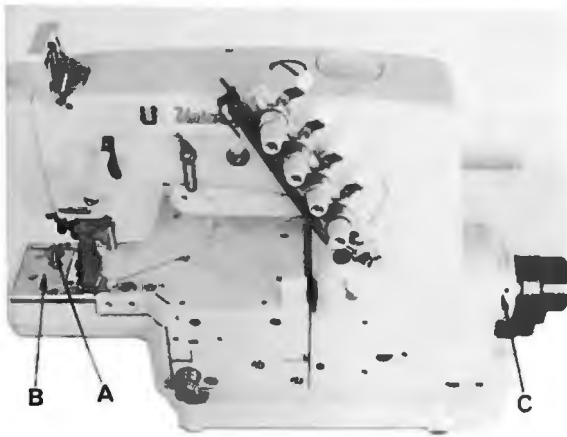

Fig. 25
The stitch length is changed by pressing push button (A, Fig. 25) and simultaneously rotating handwheel (C). The push button (A) engages within one revolution of the handwheel and the stitch length change starts. Rotating the handwheel clockwise shortens the stitch, rotating it counterclockwise increases the stitch.
Before the machine leaves the factory the stitch length change mechanism is locked. When removing cover (B, Fig. 25) and loosening screw (B, Fig. 26) with the hexagon socket wrench, which is delivered with the machine, lever (E, Fig. 26) can be swung in the direction of the arrow, unlocking the stitch length change mechanism.
Die Stichlänge wird durch leichtes Drücken auf den Knopf (A, Fig. 25) und gleichzeitiges Drehen des Handrades (C) eingestellt. Nach spätestens einer Umdrehung des Handrades rastet der Knopf (A) ein und die Stichverstellung beginnt. Drehen des Handrades im Uhrzeigersinn verkleinert den Stich, drehen im Gegenuhrzeigersinn vergrößert ihn.
Vor dem Versand der Maschine wird die Stichlängenverstellung blockiert. Entfernt man den Deckel (B, Fig. 25) und löst mit dem mitgelieferten Sechskantschraubendreher die Schraube (D, Fig. 26) kann der Hebel (E, Fig. 26) in Pfeilrichtung nach links geschwenkt werden und die Arretierung der Stichlängenverstellung ist aufgehoben.